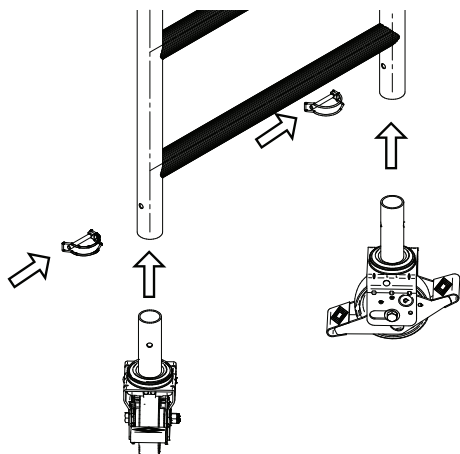

Rys. 18. Kompletne rusztowanie Levvel Solid 380
10. Kompletne rusztowanie Levvel Solid 380 ma wysokość 3,05 m mierzone od podłoża do szczytu drabiny nadstawki (Rys. 18).